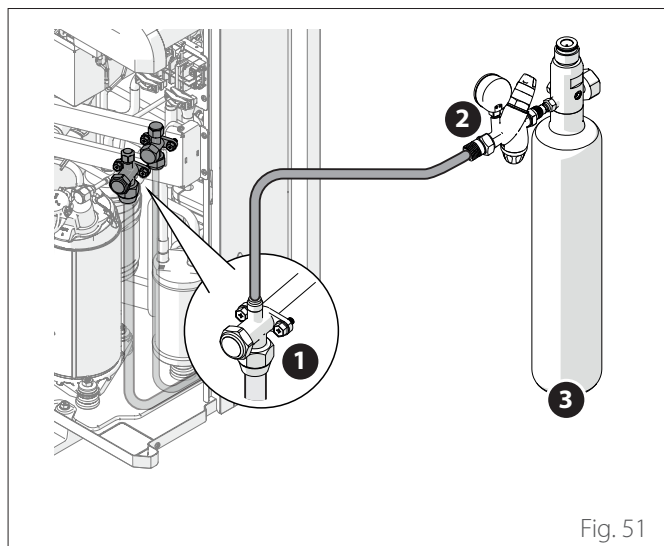

Fig. 51
- Collegare la bombola di azoto tramite riduttore di pressione e tubo flessibile alla presa di servizio ("Fig. 51").